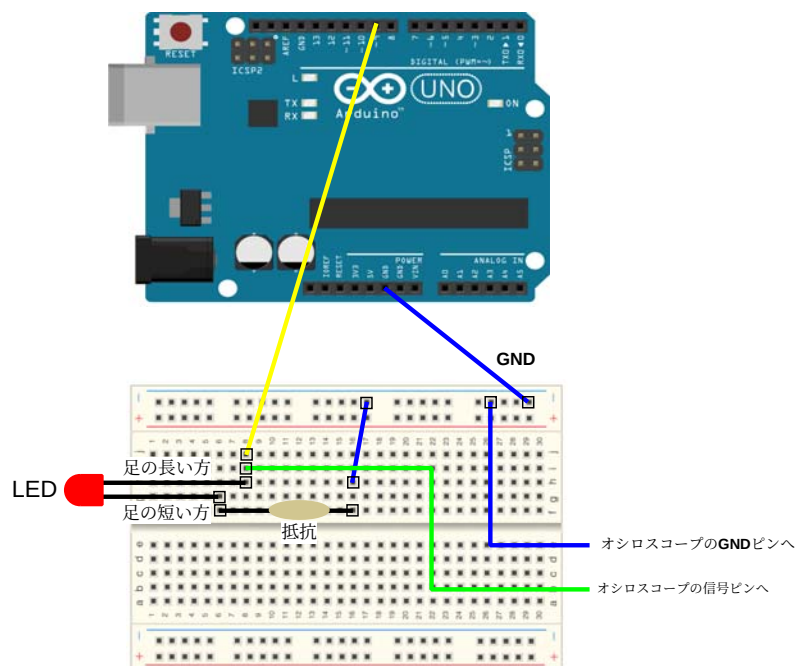

図 5: 接続図
- 【1】図 5 のように Arduino, LED, 抵抗等を接続
- 【1】図5のようにArduino，LED，抵抗等を接続